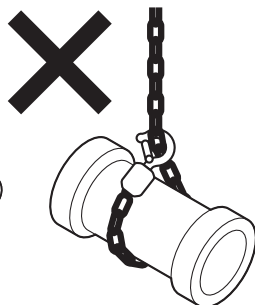

図8
(21) ロードチェーンを荷に巻き付けて使用しないでください。図8